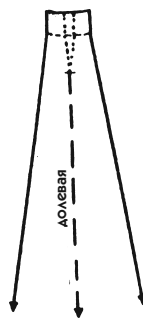

Рис. 297
3. Перенесите эту мерку над линией талии лекала и проведите параллельную линию (рис. 297).